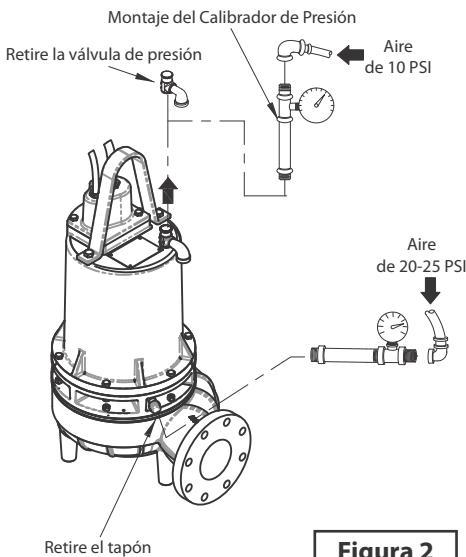

Figura 2
Cubierta de Motor - El aceite debe estar al nivel normal. Retire la válvula de presión (10) de la cubierta (3). Aplique sellador de tuberías al calibrador de presión y colóquelo en lugar del tapón (vea la figura 2). Presurice la cubierta a 10 PSI. Utilice una solución jabonosa alrededor de las áreas selladas e inspeccione las uniones en busca de burbujas de aire. Si después de cinco minutos la presión aún se mantiene constante, y no se observan burbujas, purgue lentamente la presión y retire el conjunto del medidor. Cambie el aceite. La fuga debe ser localizada y reparada si la presión no se mantiene constante.